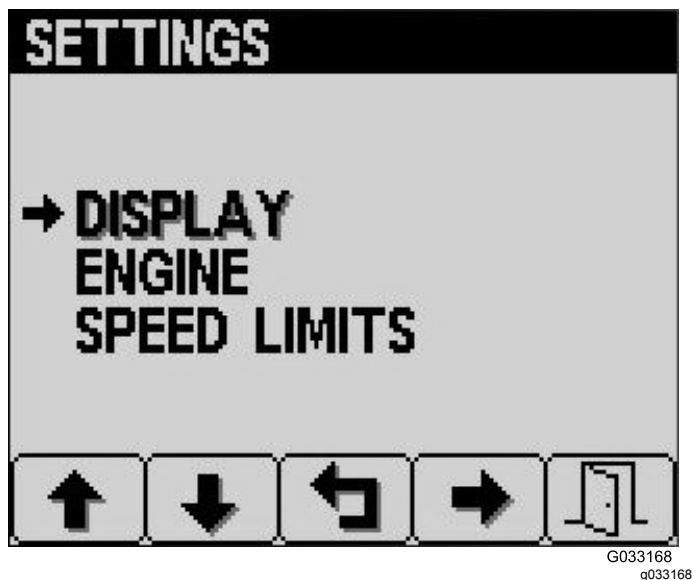

Рисунок 20
3. На экране Settings (Настройки) нажмите кнопку 4, чтобы выбрать пункт Display (Дисплей) (Рисунок 20).